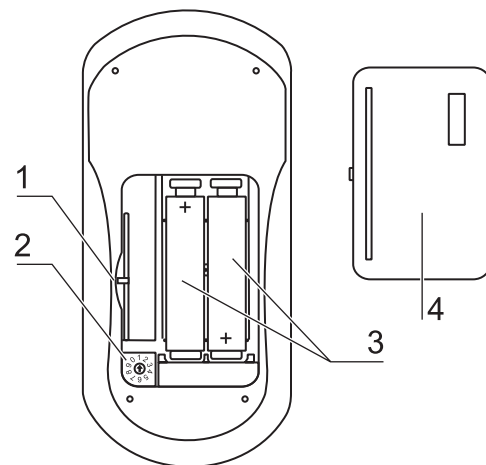

Fig. 11
1. **Fig. 11:** abra la tapa [4] del compartimento para pilas que se encuentra en el lado inferior del mando a distancia. La tapa sólo está encajada y se puede levantar metiendo un objeto puntiagudo en la muesca [1].